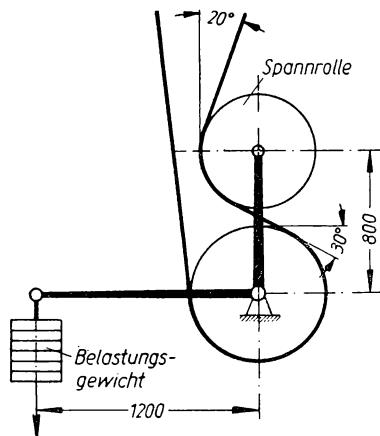

Bild 136
- 270.** Durch die Spannrolle nach Bild 136 soll im Riemen eine Spannkraft 85 kg erzeugt werden. Gesucht wird a) die Mittelkraft der beiden Riemenkräfte an der Drehachse der Spannrolle; b) der Hebelarm dieser Mittelkraft in bezug auf den Drehpunkt des Winkelhebels; c) die erforderliche Größe des Belastungsgewichts.